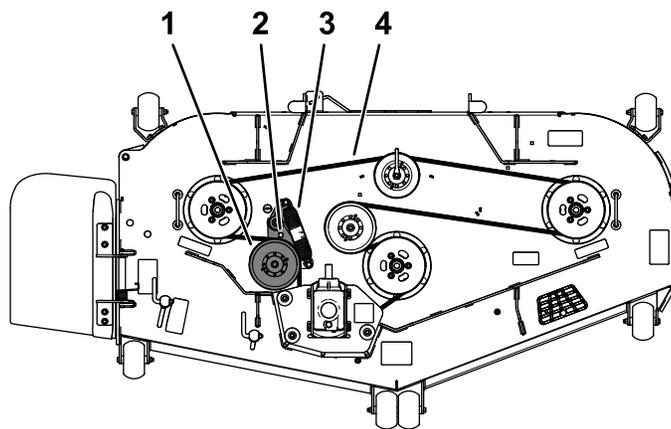

Bild 59
8. Stellen Sie sicher, dass die Federenden in den Ankernuten sitzen, und legen Sie den Riemen mit Hilfe der Ratsche im rechteckigen Loch um die Umlenkrolle (Bild 59).
5. Setzen Sie eine Ratsche in das rechteckige Loch im Spannarm ein, um die Spannung an der Spanscheibenfeder zu lösen (Bild 59).
7. Legen Sie den neuen Riemen um die Riemenscheibe des Mähers (Bild 59).